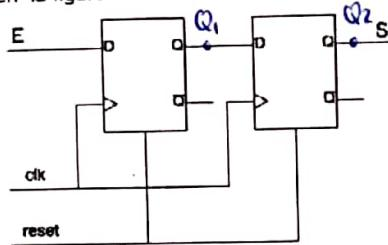

Figura 1
- Escribir una arquitectura VHDL para el circuito de la figura 1.